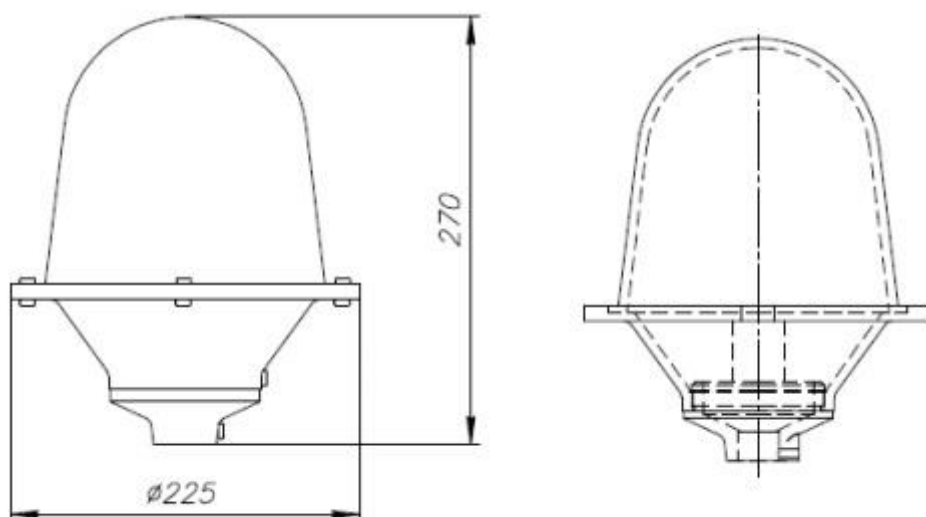

Рисунок 1 – Внешний вид и габаритные размеры светильника ЗОМ (А).
4.2 Общий вид и габаритные размеры заградительного огня приведены на рис.1.